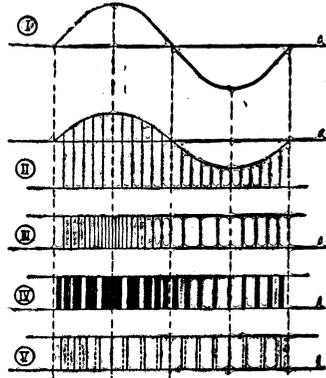

Figure 1
M. Goudet, du C.N.E.T., rappelle brièvement les divers procédés de modulation applicables aux émissions pour impulsions (fig. 1).
On voit, sur le graphique synoptique de la figure 1, la différence existant entre ces divers procédés.